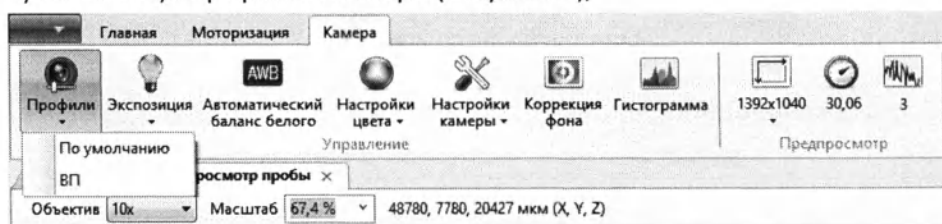

Рисунок 39 - Профили
- «Профили» — выпадающий список работы (сохранение, загрузка, удаление, по умолчанию) с профилями камеры (Рисунок 39);